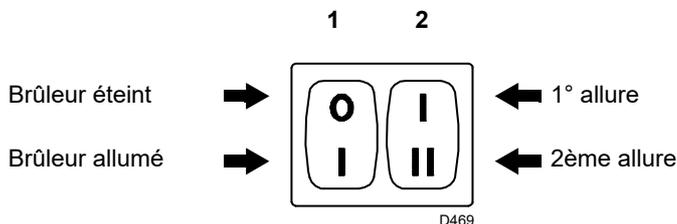
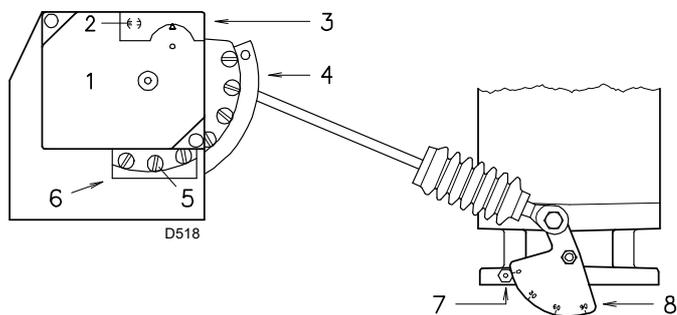

Fig. 25
Fig. 26
- l'interrupteur 1)(Fig. 25) en position « **BRÛLEUR ALLUMÉ** » ;
- l'interrupteur 2)(Fig. 25) en position « **1ÈRE ALLURE** ».
La description ci-dessus s'entend brûleur allumé fonctionnant en 1ère allure. Placer maintenant l'interrupteur 2) (Fig. 25 à la page 24) en position 2ème allure : le servomoteur ouvrira le volet d'air et simultanément le papillon de gaz à 90°.
Modifier en progression le profil final de la came 3)(Fig. 26) en agissant sur les vis 5).
Mettre l'interrupteur 2)(Fig. 25 à la page 24) en position 1ère allure : le servomoteur 1)(Fig. 26) fermera le volet d'air et, simultanément, fermera la vanne papillon gaz jusqu'à 15°, c'est à dire jusqu'à la valeur réglée en usine.
- S'il faut l'augmenter, passer en 2ème allure en agissant sur l'interrupteur 2)Fig. 25 à la page 24 et augmenter légèrement l'angle du levier orange par de légers déplacements successifs, c'est-à-dire aller de l'angle 15 à 17 - 19...
Modifier en progression le profil initial de la came 3)(Fig. 26) en agissant sur les vis 4). Si possible, ne pas serrer la première vis : c'est celle qui doit amener le volet d'air en fermeture totale.
Éteindre le brûleur en actionnant l'interrupteur 1)(Fig. 25 à la page 24) et intervenir sur les vis intermédiaires de la came pour que l'inclinaison de celle-ci soit progressive.